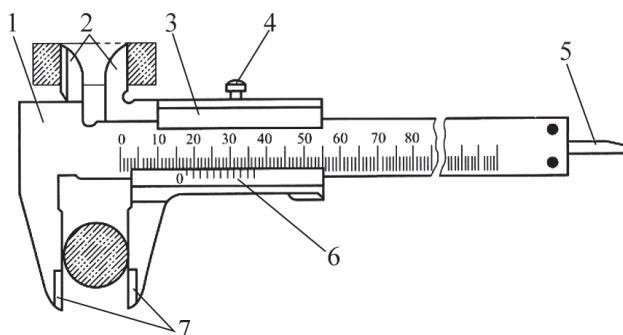
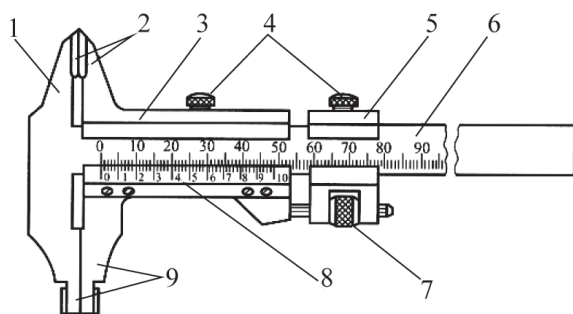
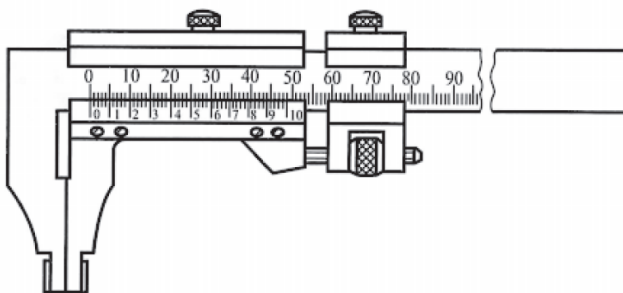
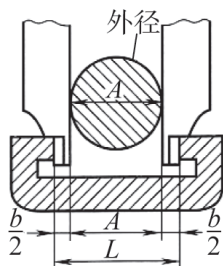

图2-1 游标卡尺的结构形式之一
图2-2 游标卡尺的结构形式之二
图2-3 游标卡尺的结构形式之三
图2-11 测量T形槽的宽度
(1) 测量范围为0~125 mm 的游标卡尺, 制成带有刀口形的上下量爪和带有深度尺的形式, 如图2-1所示。
(2) 测量范围为0~200 mm 和0~300 mm 的游标卡尺, 可制成带有内外测量面的下量爪和带有刀口形的上量爪的形式, 如图2-2所示。
(3) 测量范围为0~200 mm 和0~300 mm 的游标卡尺, 也可制成只带有内外测量面的下量爪的形式, 如图2-3所示。而测量范围大于300 mm 的游标卡尺, 只制成这种仅带有下量爪的形式。
（1）具有固定量爪的尺身，如图2-2中的1。尺身上有类似钢尺一样的主尺刻度，如图2-2中的6。主尺上的刻线间距为1 mm。主尺的长度决定于游标卡尺的测量范围。
（2）具有活动量爪的尺框，如图2-2中的3。尺框上有游标，如图2-2中的8，游标卡尺的游标读数可制成为0.1 mm、0.05 mm和0.02 mm的三种。游标读数，就是指使用这种游标卡尺测量零件尺寸时，卡尺上能够读出的最小数值。
（3）在0~125 mm 的游标卡尺上，还带有测量深度的深度尺，如图2-1中的5。深度尺固定在尺框的背面，能随着尺框在尺身的导向凹槽中移动。测量深度时，应把尺身尾部的端面靠紧在零件的测量基准平面上。
（4）测量范围等于或大于200 mm 的游标卡尺，带有随尺框做微动调整的微动装置，如图2-2中的5。使用时，先用紧固螺钉4把微动装置5固定在尺身上，再转动微动螺母7，活动量爪就能随同尺框3作微小的前进或后退。微动装置的作用，是使游标卡尺在测量时用力均匀，便于调整测量压力，减少测量误差。
游标卡尺的读数机构，是由主尺和游标（如图2-2中的6和8）两部分组成。当活动量爪与固定量爪贴合时，游标上的“0”刻线（简称游标零线）对准主尺上的“0”刻线，此时量爪间的距离为“0”，见图2-2。当尺框向右移动到某一位置时，固定量爪与活动量爪之间的距离，就是零件的测量尺寸，见图2-1。此时零件尺寸的整数部分，可在游标零线左边的主尺刻线上读出来，而比1mm小的小数部分，可借助游标读数机构来读出，现把三种游标卡尺的读数原理和读数方法介绍如下。
(5) 用下量爪的外测量面测量内尺寸时如用图2-2和图2-3所示的两种游标卡尺测量内尺寸, 在读取测量结果时, 一定要把量爪的厚度加上去。即游标卡尺上的读数, 加上量爪的厚度, 才是被测零件的内尺寸, 见图2-11。测量范围在500 mm 以下的游标卡尺, 量爪厚度一般为10 mm。但当量爪磨损和修理后, 量爪厚度就要小于10 mm , 读数时这个修正值也要考虑进去。
(6) 用游标卡尺测量零件时, 不允许过分地施加压力, 所用压力应使两个量爪刚好接触零件表面。如果测量压力过大, 不但会使量爪弯曲或磨损, 且量爪在压力作用下产生
用游标卡尺测量T形槽的宽度,如图2-11所示。测量时将量爪外缘端面的小平面,贴在零件凹槽的平面上,用固定螺钉把微动装置固定,转动调节螺母,使量爪的外测量面轻轻地与T形槽表面接触,并放正两量爪的位置(可以轻轻地摆动一个量爪,找到槽宽的垂直位置),读出游标卡尺的读数(图2-11中用A表示)。但由于它是用量爪的外测量面测量内尺寸的,卡尺上所读出的读数A是量爪内测量面之间的距离,因此必须加上两个量爪的厚度b,才是T形槽的宽度。所以,T形槽的宽度 $L=A+b$ 。